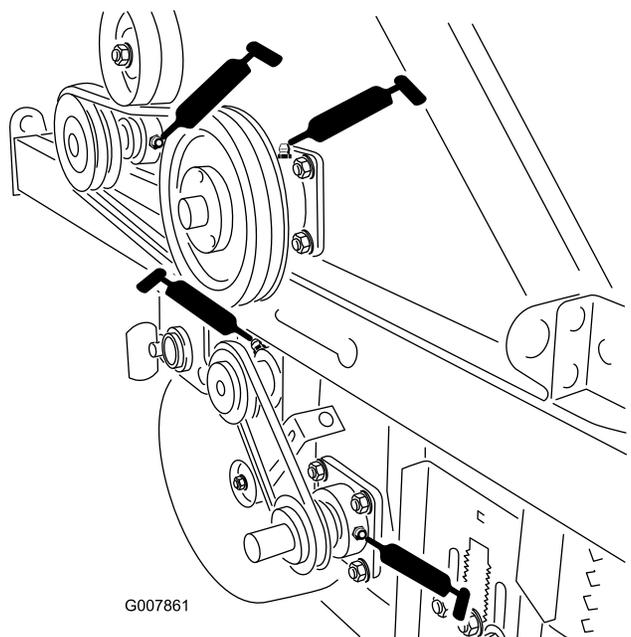

Figura 43
- Conjunto de la picadora, cant. 2 (Figura 43 & Figura 41)
- Canto giratorio, cant. 2 (Figura 43 & Figura 41)
- Cepillo de recogida, cant. 2 (Figura 43 & Figura 41)